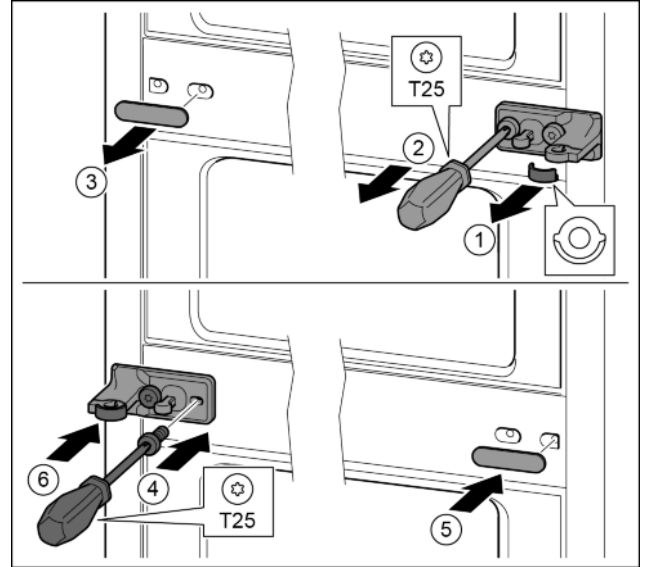

Fig. 14
- ▶ Снять шайбу. Fig. 14 (1)
- ▶ Выкрутить винты отверткой T25. Fig. 14 (2)
- ▶ Осторожно снять крышку. Fig. 14 (3)
- ▶ Плотнo прикрутить опорный кронштейн с подкладкой с поворотом на 180° с другой стороны. Fig. 14 (4)
- ▶ Установить крышку с поворотом на 180° с другой стороны. Fig. 14 (5)
- ▶ Спереди надвинуть шайбу. Fig. 14 (6)